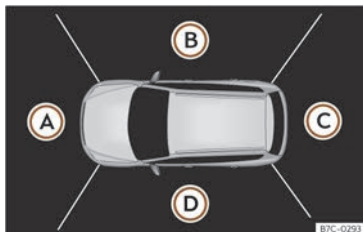

Fig. 138 Visualización do sistema de visión periférica: perspectiva aérea.
Pódese escoller entre catro vistas diferentes >>> **fig. 138**:
Combinando as imaxes de todas as cámaras xérase a perspectiva aérea >>> **fig. 138**. A perspectiva aérea pódese seleccionar premendo sobre o vehículo dentro da zona.
Premendo sobre as distintas áreas >>> **fig. 138** (A) a (D) da perspectiva aérea ou da perspectiva aérea reducida, pódese seleccionar e fixar a vista correspondente, quedará destacada en cor laranxa.
Na pantalla do sistema de infotainment amósase a perspectiva aérea >>> **fig. 138**. Se preme a tecla circulando a máis de 15 km/h (9 mph), non se amosará a imaxe.